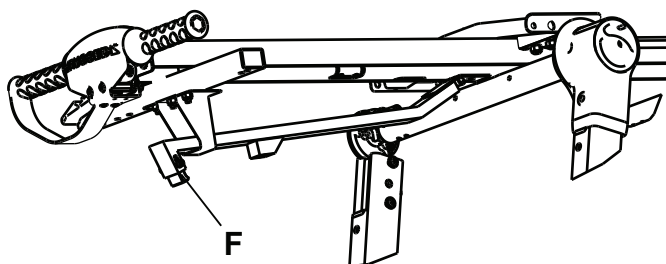

Figura 12 – Ajuste da ponta do gancho
2. Teste descarregar a maca do veículo para confirmar que o gancho de segurança encaixa na placa de fixação. Utilizando uma chave Allen M5, ajuste a ponta do gancho (F), conforme necessário, para se certificar de que o gancho de segurança e a placa de fixação encaixam enquanto descarrega (Figura 12).